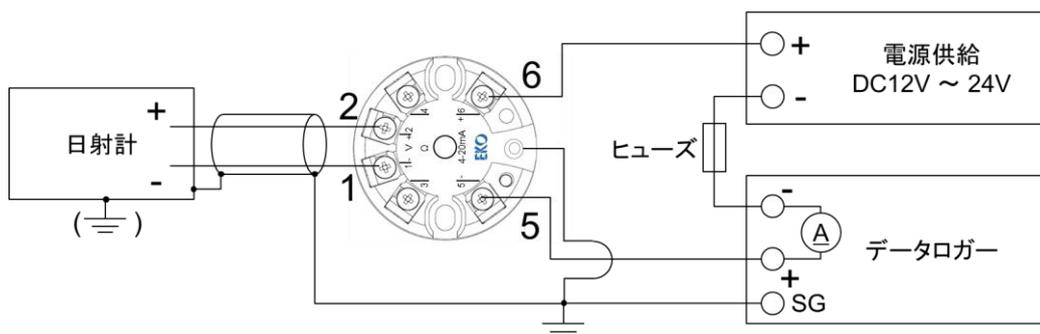

図 5-2. 配線図例(電流計を用いる場合)
- ・電流計を用いる場合：図 5-2 の例に示す通り、4-20mA 電流ループ回路に直接電流計を挿入しその値を計測する方法。
電流計を用いた場合(図 5-2)